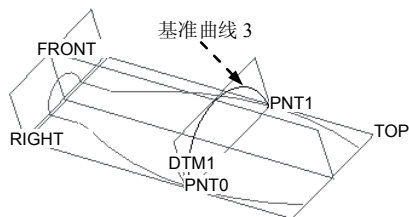
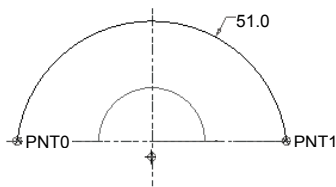

图 6.7.13 创建基准曲线 3
图 6.7.14 截面草图
Step8. 创建图 6.7.13 所示的基准曲线 3。
(1) 单击“草绘基准曲线”按钮。
(2) 定义草绘截面放置属性：设置 DTM1 基准平面为草绘面；采用默认的草绘视图方向；TOP 基准平面为草绘平面的参照，方向为；单击按钮。
(3) 进入草绘环境后, 接受默认草绘参照, 然后绘制图 6.7.14 所示的截面草图, 完成后单击  按钮 (注意: 圆弧的两个端点分别与基准点 PNT0 和基准点 PNT1 对齐)。